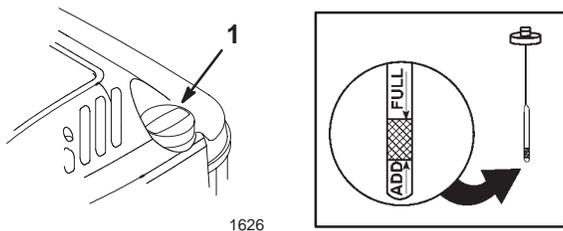

Figure 10
Avant chaque utilisation, vérifiez que le niveau d'huile arrive entre les repères maximum (*Full*) et minimum (*Add*) de la jauge (Fig. 10).
2. Nettoyez la surface autour de la jauge (Fig. 10).
6. Lisez le niveau d'huile indiqué par la jauge (Fig. 10).